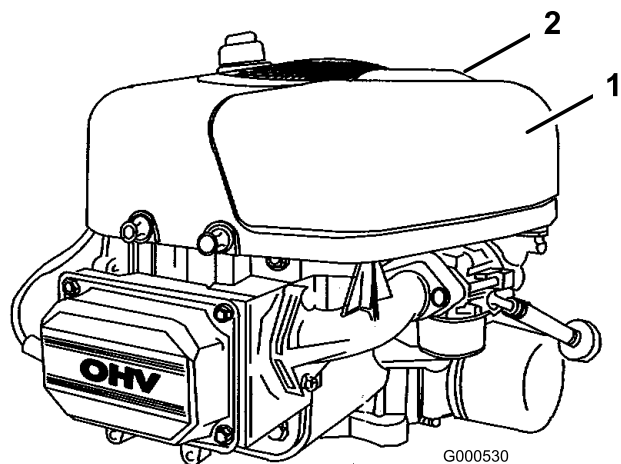

Figura 31
4. Pulite intorno al filtro dell'aria per evitare che la morchia possa penetrare nel motore provocando gravi danni. Alzate il manico del coperchio del filtro dell'aria e giratelo verso il motore (Figura 31). Togliete il coperchio del filtro dell'aria.